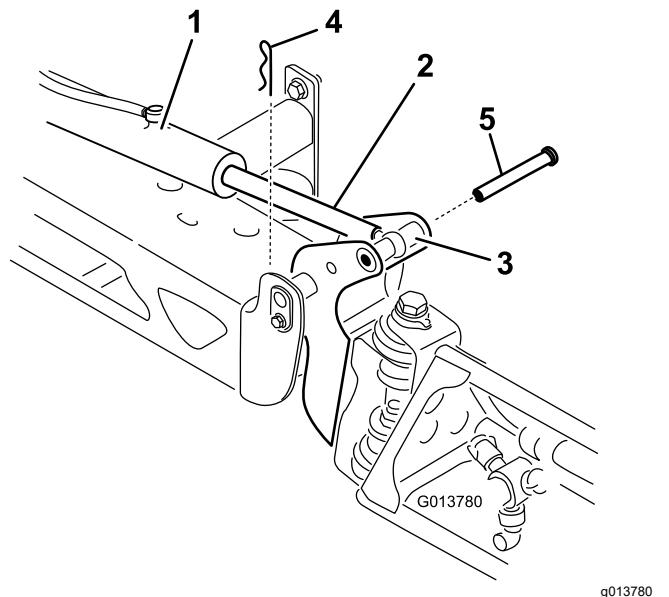

Bild 63
3. Heben Sie den Ausleger an und nehmen Sie den Stift ab (Bild 63), senken Sie den Ausleger dann langsam auf den Boden ab.
2. Nehmen Sie den Splint vom Lagerbolzen ab (Bild 63).
9. Halten Sie den Ausleger fest und stecken Sie den Stift durch das Auslegerscharnier und die Aktuatorstange (Bild 63).